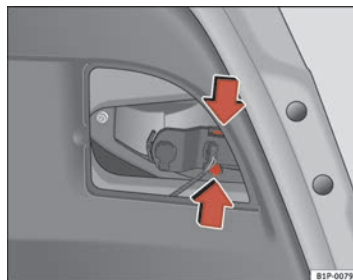

Fig. 173 Démontage de la douille d'ampoule
- Retirez le porte-lampes en appuyant sur les pattes de fixation et retirez-le vers l'extérieur ⇒ fig. 173.